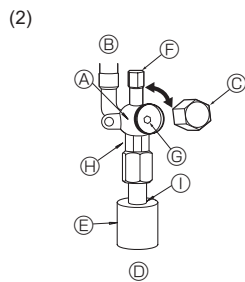

Fig. 4-6
- ② Assicurarsi che la valvola d'arresto sia completamente aperta e riportare il cappuccio alla posizione originale.
(2) Lato liquido (Fig. 4-6)
- ① Togliere il cappuccio e girare fino a quando è possibile l'asta della valvola in senso orario utilizzando una chiave esagonale di 4 mm. Smettere di girare quando si urta l'otturatore.